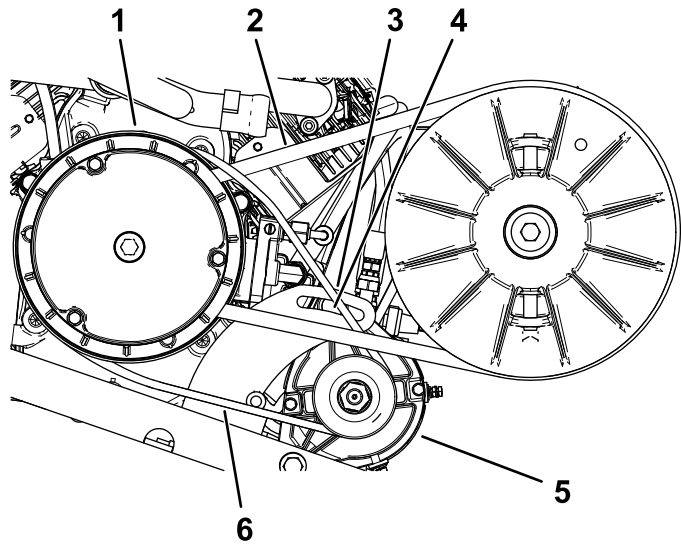

図 71
2. スタータジェネレータのピボットナットをゆるめる 図 71。
4. ボールを下に押し、スタータを下げる。ベルトを $44.5 \text{ N}\cdot\text{m} / 4.5 \text{ kg}\cdot\text{m} = 10 \text{ ft}\cdot\text{lb}$ の力で押した時のたわみが 6 mm になるようにスタータの位置を調整する 図 71。
5. ピボットナットを手締めし、ボールを取り外す 図 71。